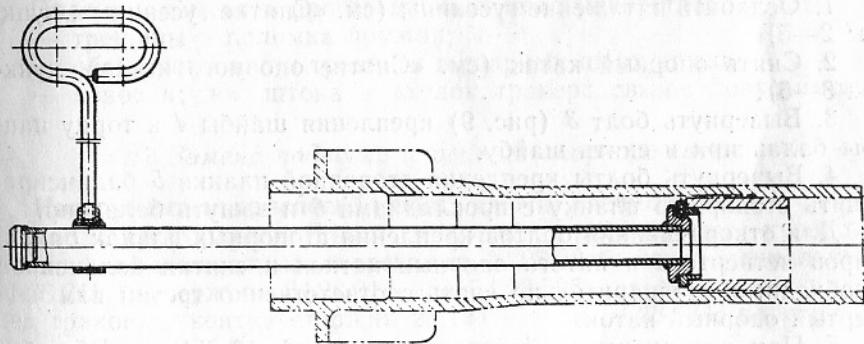

Рис. 15. Установка приспособления УК-12 для запрессовки внутренней втулки балансира
1. Промыть и протереть отверстия кронштейна под втулки. Запрессовать (рис. 15) внутреннюю втулку в отверстие при помощи приспособления УК-12А, а наружную втулку при помощи приспо-
1. Промыть и протереть отверстия кронштейна под втулки. Запрессовать (рис. 15) поочередно внутреннюю втулку в отверстие при помощи приспособления УК-12А, а наружную втулку при помощи приспособления УК-13А (см. Технические условия на установку балансира переднего опорного катка, пп. а, б).